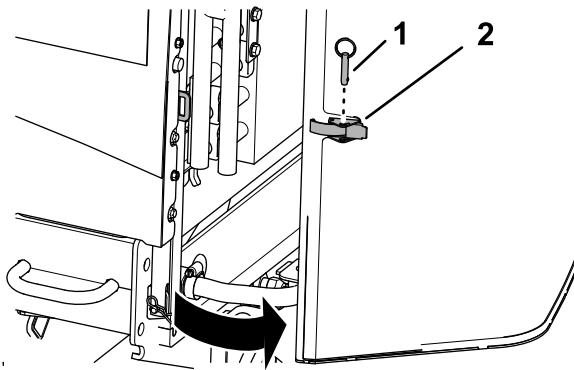

Figura 62
1. Remova o pino esférico da trava da tela (Figura 62).